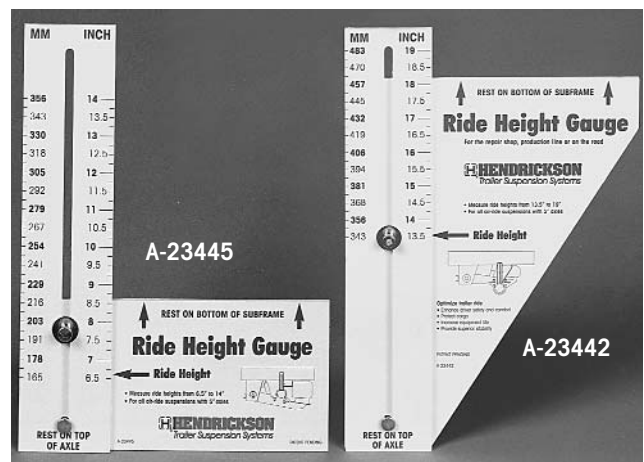

Figura 8. Escantillones de Altura de Manejo de Hendrickson
- a. Usando el escantillón de altura de manejo de Hendrickson (figura 8), mida la distancia entre el eje y la superficie de montaje de la suspension.